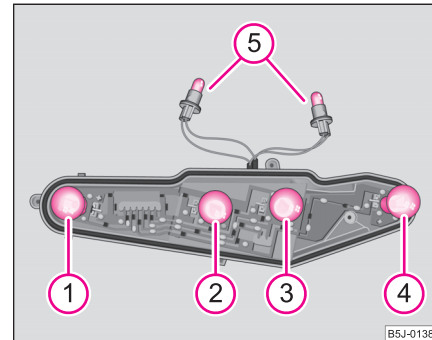

Abb. 193 Heckleuchteinheit: Einbaulage der Glühlampen
- Um die Glühlampe des Standlichts zu wechseln, drehen Sie den Lampenstecker der Glühlampe ⑤ bis zum Anschlag nach links (in die Richtung der Pfeile auf dem Gehäuse) und nehmen ihn aus dem Gehäuse heraus ⇒ Abb. 193.
Einbauanleitung der Glühlampen in der Heckleuchteinheit ⇒ Seite 265, Abb. 193